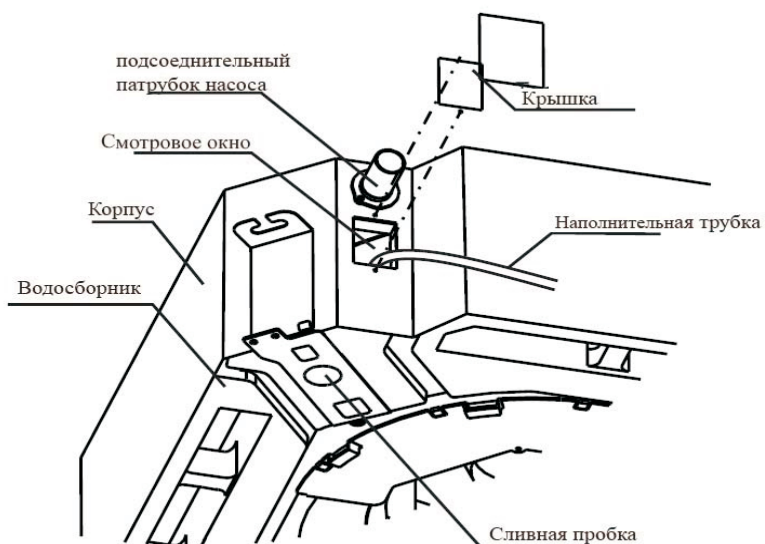

Рис.19
- Снимите тестовую крышку, и залейте примерно 2000 мл воды в накопитель воды через наполнительную трубочку (рис. 19).